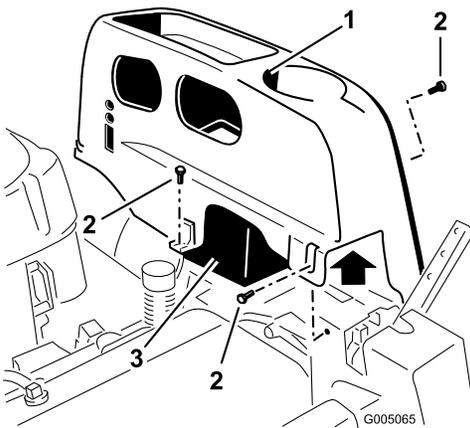

Bild 21
2. Nehmen Sie die TORX® Kopfschrauben (T25) ab, mit denen die linke Abdeckung am Rahmen befestigt ist, wie in Bild 21 dargestellt.